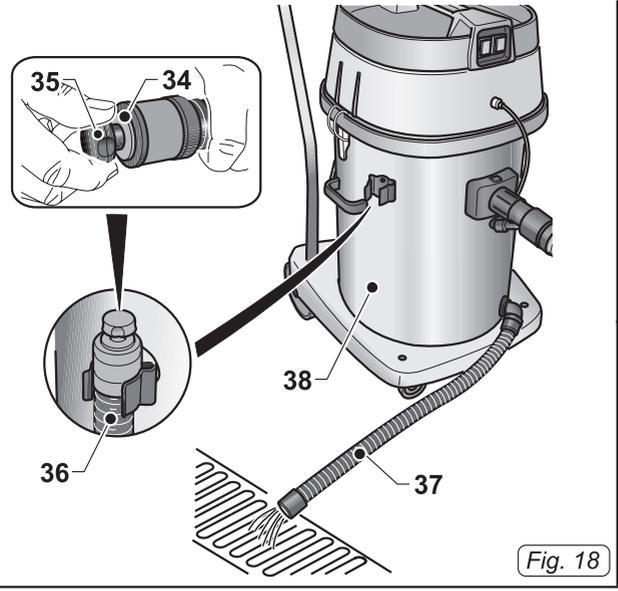

Fig. 18
- Sich über einen Ausguß stellen und die Flüssigkeit aus dem Behälter (38 Abb. 18) entleeren